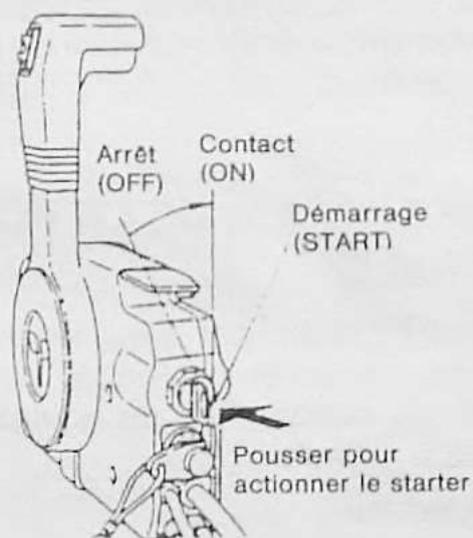

Fig. 20
- Tourner la clef de contact vers la droite en la maintenant appuyée vers l'avant (starter), pour actionner le démarreur. (Fig. 20).